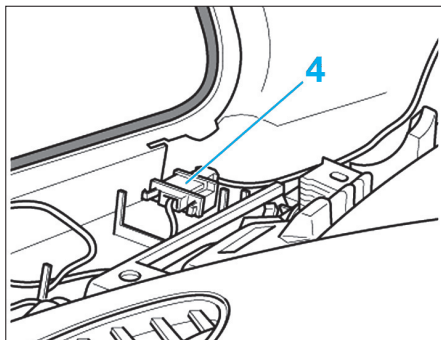

FIG. 2
- Débrancher les connecteurs (4) du dégivrage et les coller à la glace avec du ruban adhésif (Fig.2).